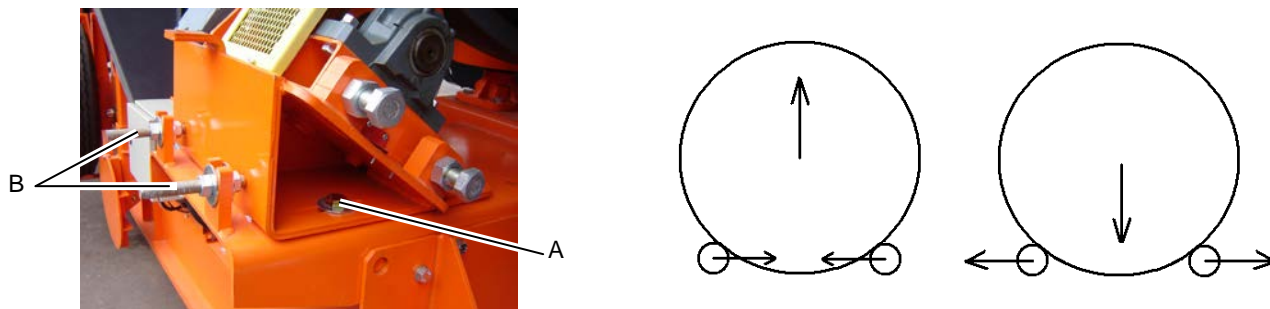

Fig. 19: Ajuste de altura do secador / Adjusting the dryer's height
- 1º. afrouxar os parafusos fixadores do banco, que são quatro, fig. 19, det. A;
- 2º. regular nos parafusos de regulação a posição do rolete de apoio desejada (fig. 19 - det. B).
Aproximando os roletes o secador irá subir e espaçando-os, o secador irá descer fig. 19;
- 3º. reapertar os parafusos fixadores (fig. 19 - det. A).
- 1st. Loosen the four fastening bolts on the stand, fig. 19, det. A;
- 2nd. change the adjustment bolts to the support roller's desired position (fig. 19 - det. B). The closer the rollers are, the dryer will rise; the farther apart they are, the dryer will lower, fig. 19;
- 3rd. tighten again the fastening bolts (fig. 19 - det. A).